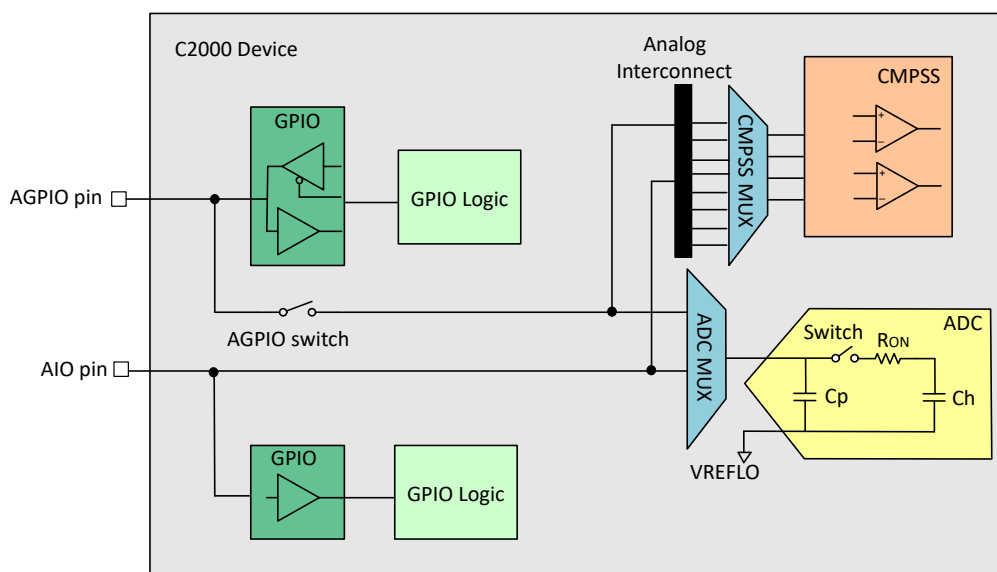

图 3-1. 具有 **AGPIO** 和 **AIO** 模拟引脚类型的模拟子系统图
**AGPIO** 模拟引脚路径包含一个额外的  $53\Omega$  串联开关。这会创建一个由 **ADC** 和 **CMPSS** 比较器共享的低电容隔离式节点，如图 3-1 所示。当 **ADC** 对通道进行采样时，该节点可能会受到干扰（取决于 **ADC** 采样保持电容器上先前存储的电压），这种干扰可能会导致高达  $50\text{ns}$  的错误 **CMPSS** 事件。为了适应这种潜在的干扰，可以实施以下权变措施。